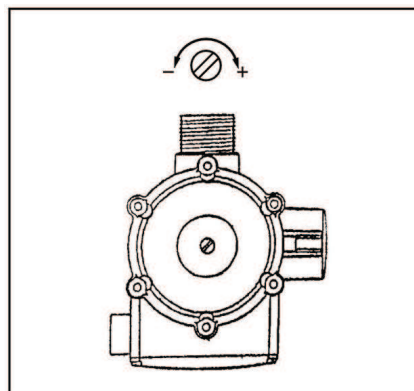

Рис. 5
5.4 Стартовое давление срабатывания настроено на 1,2 атм., что является оптимальным значением. Настроить давление срабатывания можно с помощью регулировочного винта, расположенного на верхней части блока с маркировкой + и - (рис. 5).